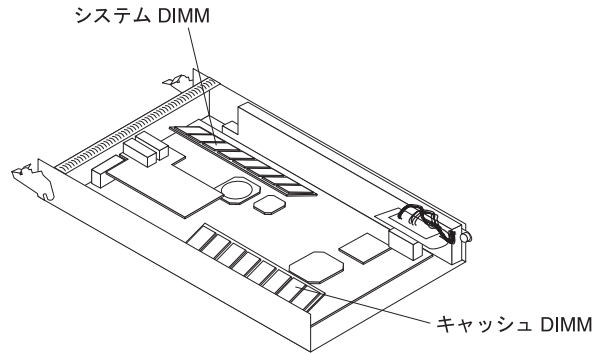

図 51. キャッシュおよびシステム DIMM の位置
- DIMM コネクターの両端の保持クリップを開位置にします。83 ページの図 51 はキャッシュおよびシステム DIMM を示しています。